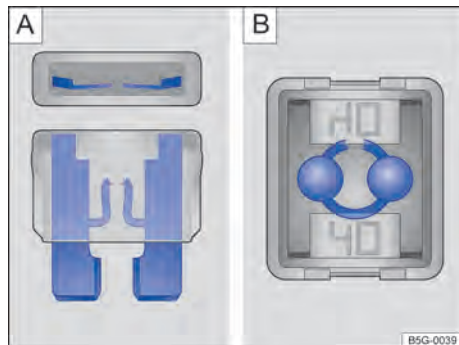

Fig. 196 Fusível queimado: **A** fusível plano, **B** fusível de bloqueio.
- Um *fusível plano* (ATO®, MINI®) queimado é reconhecido de cima ou de lado pela carcaça transparente nas faixas metálicas derretidas → Fig. 196 **A**.
- Um *fusível de bloqueio* (JCASE®) queimado é reconhecido pelas faixas metálicas derretidas por cima da carcaça transparente → Fig. 196 **B**.